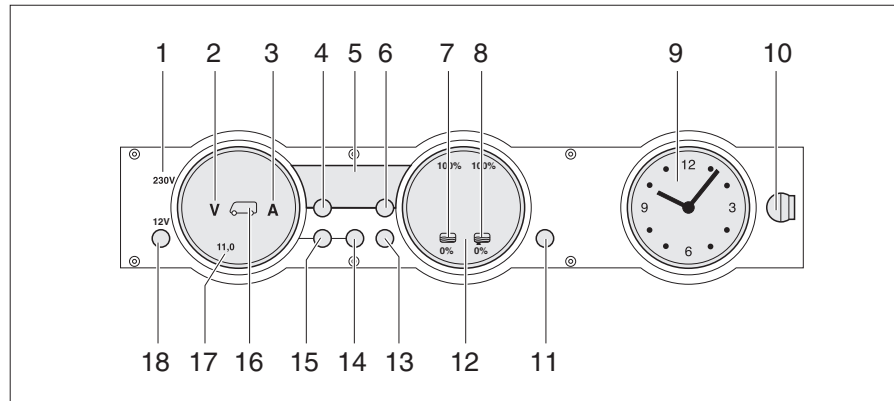

Fig. 188 Panneau de contrôle MP 20-T
Le voyant de contrôle 230 V (Fig. 188,1) s'allume si l'arrivée du bloc électrique est sous tension de réseau.
L'interrupteur principal 12 V (Fig. 188,18) établit ou coupe le panneau de contrôle et l'alimentation 12 V de la cellule.
- Appuyer brièvement sur la touche "12 V" (Fig. 188,18). L'alimentation 12 V de la cellule est assurée. L'indicateur de contrôle "12 V" s'allume.
- ▷ La tension de la batterie de cellule est trop faible quand les DEL "11,0" de l'affichage en Volt et le symbole Volt "V" (Fig. 188,2) clignotent dans l'indicateur des batteries (Fig. 188,17) après la mise sous tension. Charger la batterie.
- ▷ La coupure de batterie est active quand l'indicateur de contrôle "12 V", le symbole de la batterie de cellule (Fig. 188,16) et le symbole Volt "V" (Fig. 188,2) clignotent trois fois après la mise sous tension. Désactiver la coupure de batterie.
- Appuyer brièvement sur la touche "12 V" (Fig. 188,18). L'alimentation 12 V de la cellule est coupée. L'indicateur de contrôle "12 V" s'éteint.
- Appuyer sur la touche batterie de cellule (Fig. 188,14) et la maintenir enfoncée pendant 10 secondes environ. Les symboles Volt "V" (Fig. 188,2) et Ampères "A" (Fig. 188,3) clignotent trois fois. La batterie de cellule est coupée du réseau de bord de 12 V.
- Appuyer sur la touche "12 V" (Fig. 188,18) et la maintenir enfoncée pendant 5 secondes environ. Le symbole Volt "V" (Fig. 188,2) clignote trois fois. La batterie de cellule est branché au réseau de bord 12 V. L'indicateur de contrôle s'allume au bout d'env. 2 secondes.
- Appuyer sur la touche de la batterie de cellule  (Fig. 188,14). Le symbole Volt "V" (Fig. 188,2) s'allume. Le symbole Ampères "A" est, suivant son niveau de charge, blanc ou rouge. La tension de la batterie et le courant de la batterie de cellule sont affichés au moyens de DEL à l'intérieur de l'indicateur.
- Appuyer sur la touche de la batterie de démarrage  (Fig. 188,15). Le symbole Volt "V" (Fig. 188,2) s'allume. Des DEL à l'intérieur de l'indicateur indiquent la tension de la batterie de démarrage.
- Appuyer sur la touche réservoirs  (Fig. 188,13). Les symboles réservoir d'eau  (Fig. 188,7) et réservoir d'eaux usées  (Fig. 188,8) s'allument. Des DEL à l'intérieur de l'indicateur indiquent le niveau du réservoir d'eau (échelle de gauche) et celui du réservoir d'eaux usées (échelle de droite).
Les symboles Volt "V" (Fig. 188,2) et les DEL "11,0" clignotent dès que la tension de la batterie descend en dessous de 11 V (mesurée en marche) et qu'il y a risque de décharge profonde de la batterie.
Le symbole du réservoir d'eau "  " (Fig. 188,7) ou celui du réservoir d'eaux usées "  " (Fig. 188,8) clignote quand le réservoir d'eau est vide ou que le réservoir d'eaux usées est plein.